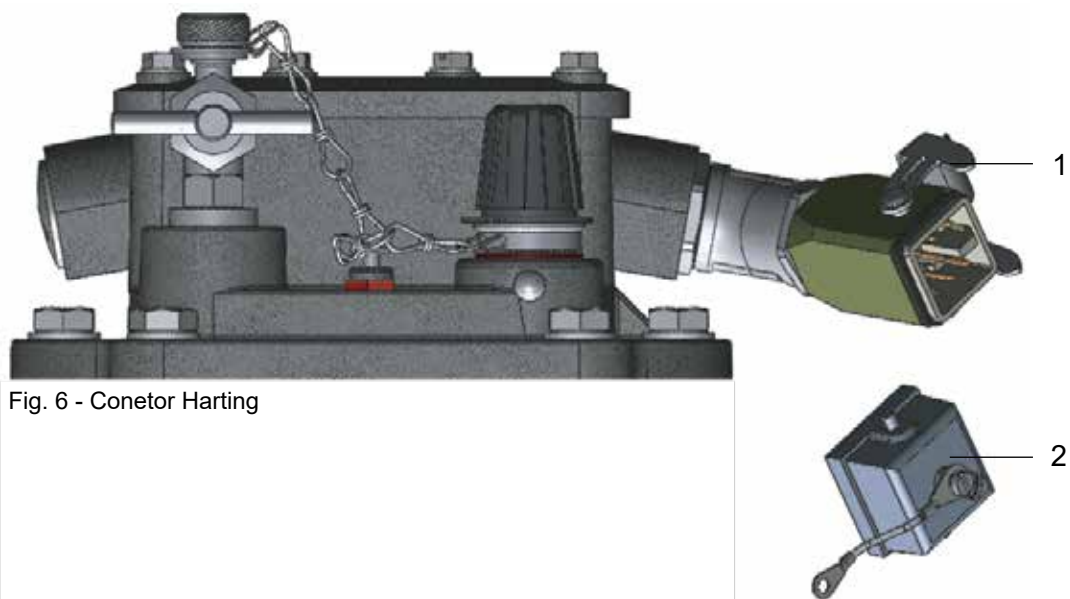

Fig. 6 - Conetor Harting
- Abrir a braçadeira de retenção (Fig. 6/ N° 1)
- Retirar a tampa (Fig. 6/ N° 2)